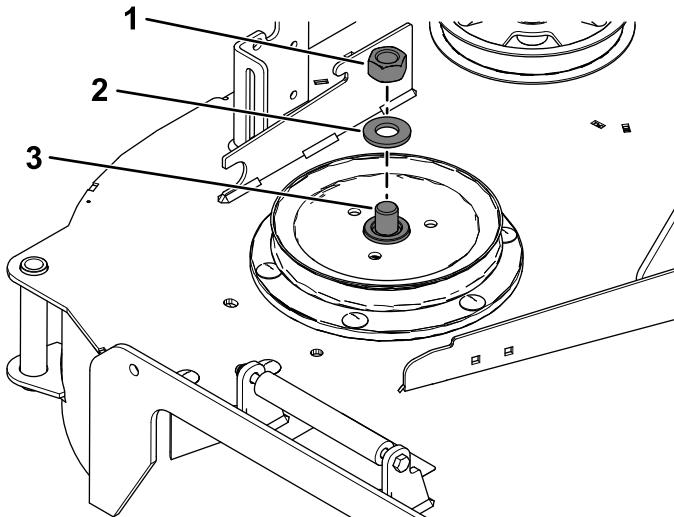

Figure 23
3. Avec une clé (1½ po), immobilisez l'axe de pivot pendant que vous retirez l'écrou hexagonal (¾ po) et la rondelle de l'axe (Figure 23).